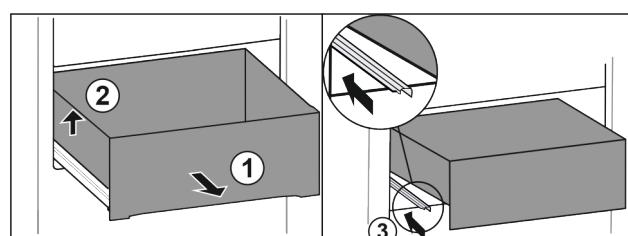

Fig. 13*
- Vytiahnite zásuvku úplne Fig. 13 (1).*
- Nadvihnite zásuvku dolava Fig. 13 (2).*
- Zasuňte ľavú koľajničku Fig. 13 (3).*